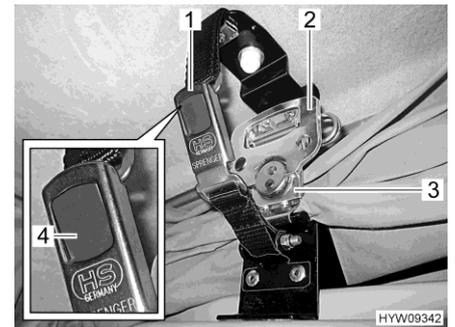

Fig. 26 Verrouillage, toit relevable à l'avant (C 500)
- Ouvrir la houssette (Fig. 26,1) des deux côtés. Appuyer pour ce faire sur le bouton-poussoir gris (Fig. 26,4).
- Déplier la poignée (Fig. 26,2) du tendeur rapide (Fig. 26,3) et la tourner d'un demi tour dans le sens inverse des aiguilles d'une montre. Le dispositif de verrouillage est alors débloqué.